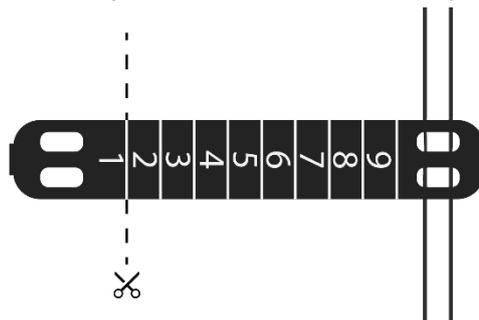

Figure 3 Étiquette de marquage sécable en plastique
Le produit à fibres optiques à usage multiple est conçu et testé pour résister à 9 (neuf) cycles d'utilisation et de reconditionnement. Chaque sonde à fibre à usage multiple est équipée d'une étiquette de marquage sécable en plastique (voir la Fig. 1, pos. 3) pour enregistrer le nombre cumulé de cycles de reconditionnement effectués. À chaque cycle de reconditionnement du dispositif, couper la partie extérieure respective de l'étiquette de marquage de un à neuf pour enregistrer le nombre de cycles de reconditionnement (voir la Fig. 3).
Après l'exécution réussie de l'essai fonctionnel, couper la partie extérieure respective de l'étiquette de marquage en plastique de un à neuf pour enregistrer le nombre de cycles de reconditionnement (voir la Fig. 3).